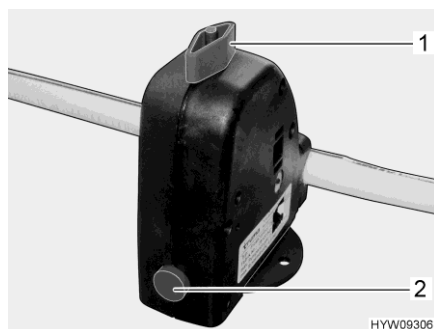

Fig. 75 Válvula de seguridad/purga (caldera)
La caldera está equipada con una válvula de seguridad/purga (Fig. 75). La válvula de seguridad/purga evita que el agua de la caldera se congele cuando no esté conectada la calefacción en caso de helada.
- Cerrar la válvula de seguridad/purga. Para ello, girar el botón giratorio (Fig. 75,1) a la posición transversal en referencia a la válvula de seguridad/purga y hundir el botón (Fig. 75,2).
- Abrir la válvula de seguridad/purga. Para ello, girar el botón giratorio (Fig. 75,1) a la posición longitudinal en referencia a la válvula de seguridad/purga. El botón (Fig. 75,2) salta hacia fuera. La caldera se vacía hacia fuera a través de la válvula de seguridad/purga.